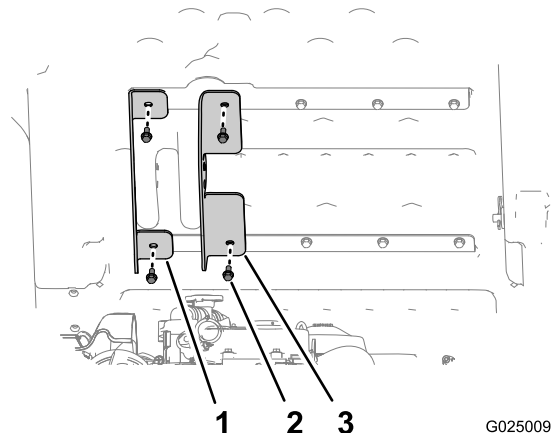

Figura 5
- 2. Alinee el soporte exterior de la plataforma (el que tiene las pestañas cortas) con el taladro exterior de cada uno de los refuerzos de la plataforma (Figura 5).
- 3. Sujete el soporte exterior de la plataforma (el que tiene las pestañas cortas) a la plataforma con 2 de los pernos que retiró en el paso 1, y apriete los pernos a mano (Figura 5).
4. Alinee el soporte interior de la plataforma (el que tiene las pestañas largas) con los taladros interiores de los refuerzos de la plataforma (Figura 5).
5. Sujete el soporte interior a la plataforma con los otros 2 pernos que retiró en el paso 1, y apriete los pernos a mano (Figura 5).